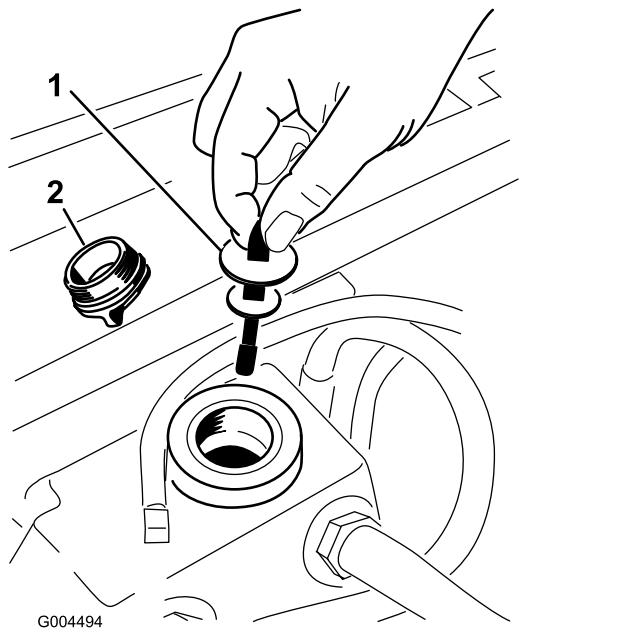

Figure 85
5. Enlevez le bouchon du goulot de remplissage du réservoir hydraulique (Figure 85).
6. Retirez la jauge et essuyez-la sur un chiffon propre (Figure 85).
7. Remettez la jauge dans le goulot de remplissage, ressortez-la et vérifiez le niveau de liquide (Figure 85).